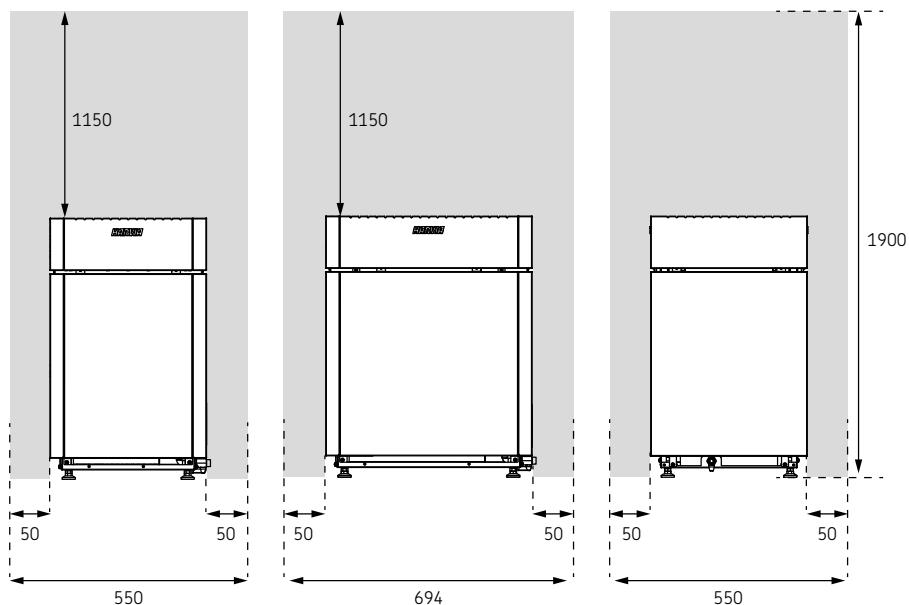

Рисунок 1. Безопасное расстояние
- Минимальные защитные расстояния до горючих материалов показаны на рисунке (Рисунок 1. Безопасное расстояние).
- Если вокруг каменки установлено ограждение, необходимо соблюдать безопасные расстояния, указанные на рисунке (Рисунок 1. Безопасное расстояние) или в инструкции по установке ограждения.